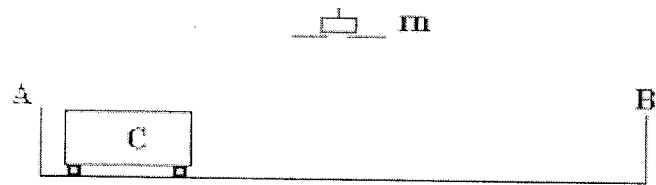

Figure 1
1. Le Chariot C peut se déplacer vers A ou vers B. (*figure 1, page 5*).